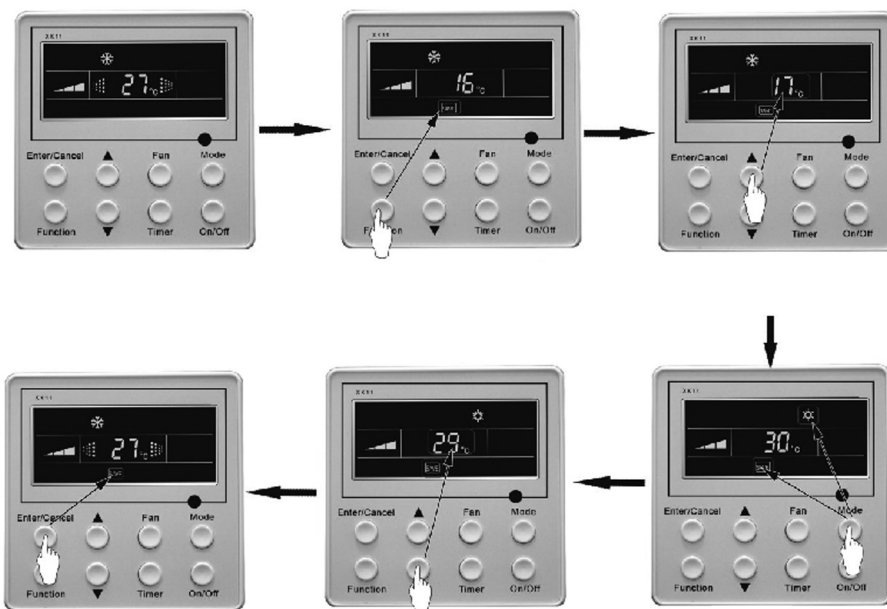

Рис. 5.9
5.2.6.2 Для включения в рабочем режиме необходимо кнопкой **FUNCTION** выбрать функцию **Save** (рис. 5.9). Затем кнопками **▲** и **▼** задать нижнее предельное значение температуры в режиме охлаждения или верхнее предельное значение в режиме нагрева и нажать кнопку **Enter/Cancel** для подтверждения.